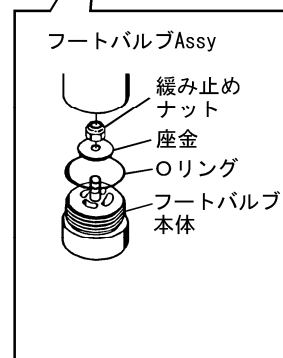

Fig.7
- 7) フートバルブをサクションチューブから取外し緩み止めナットを緩め、分解した各部品を洗浄・点検し、傷、摩耗などがあれば新品と交換してください。(Fig.7)